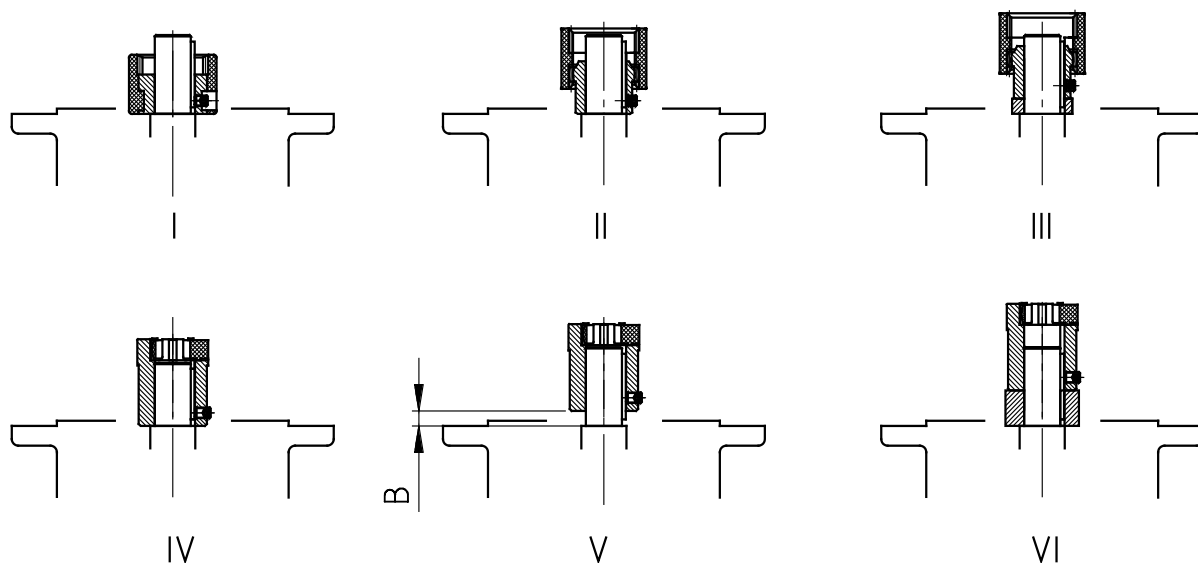

Рис. 14: Установка муфты на вал двигателя при различных конструкциях муфты
3. Насадить соединительную втулку на вал двигателя до упора в буртик согласно указаниям изготовителя двигателя. Если прилагаются распорные втулки, то в установках с двигателем типоразмеров 90, 160, 180 и 225 установить распорную втулку между соединительной втулкой и буртиком. В стандартных цилиндрических редукторах следить за расстоянием В между соединительной втулкой и буртиком (см. рис. Рис. 14). В некоторых NEMA-адаптерах положение муфты необходимо отрегулировать в соответствии с указаниями на наклейке.
6. Установить двигатель на адаптер; установить прилагаемый зубчатый венец или прилагаемую зубчатую гильзу (см. Рис. 14)